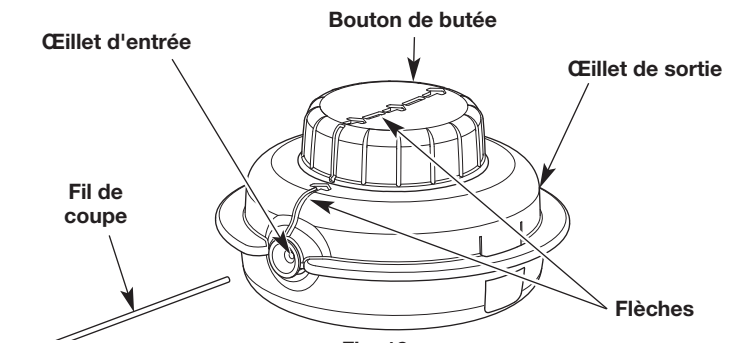

Fig. 18
- Tournez le bouton de butée dans le sens des aiguilles d'une montre pour aligner les flèches (Fig. 18).
- Insérez le nouveau fil de coupe dans l'œillet d'entrée (Fig. 18). Poussez le fil à travers la tête de coupe jusqu'à ce que quelques centimètres dépassent de l'œillet de sortie. Tirez le fil jusqu'à ce que les extrémités soient de longueur égale.